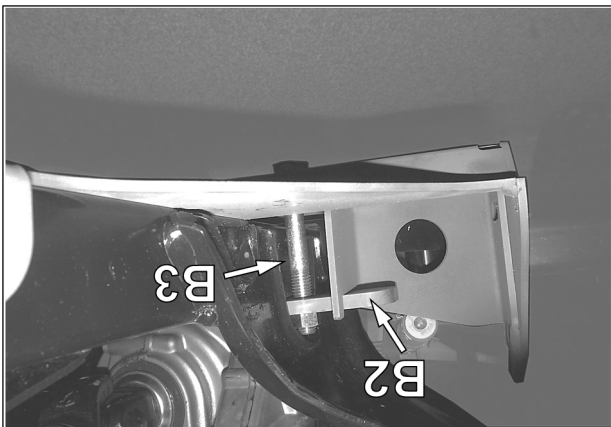

Fig. 5
5. Positionner le couvert de fixation (B2) dans l'ouverture au-dessus des tubes du châssis. Soulever la plaque anti-rotation arrière et insérer les deux boulons de fixation M10x85 mm (B3) par le dessous de la plaque. Voir la Fig. 5